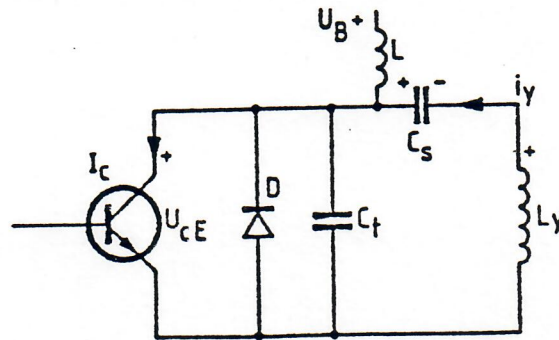

Fig 5
Strömbrytaren i fig ersätts i det praktiska fallet med en transistor och en diod samt batteriet av en kondensator (C_s), som laddas upp via en induktans (L). Se fig. 5. P.g.a. att bildskärmens krökningsradie är större än avståndet mellan avlänkingsplanet och bildskärmens mitt, är det nödvändigt att ha en något S-formad avlänkingsström. Detta åstadkoms genom att avlänkingsströmmen får passera kondensatorn C_s , som då upp- och urladdas beroende på avlänkingsströmmens riktning och alltså ger en varierande drivspänning till avlänkingsenheten under svepet.